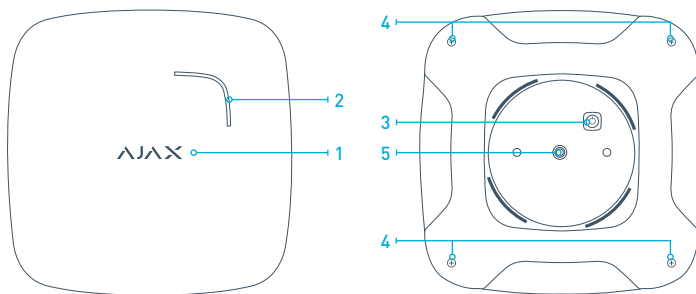
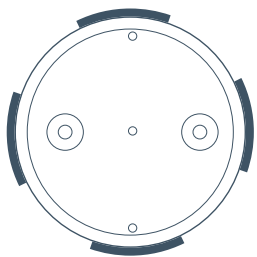
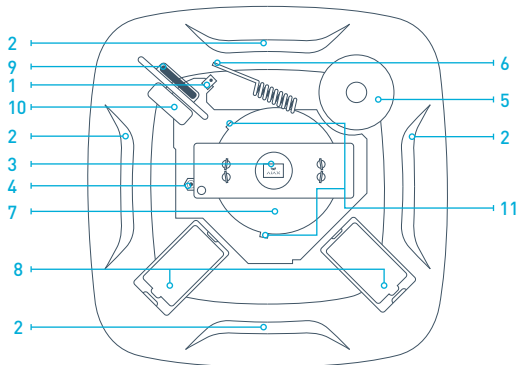

РИС. 1. Датчик FireProtect
РИС. 2.
РИС. 3 Устройство датчика.
4.1 Для регистрации датчика необходимо перевести приемное устройство охранной системы Ajax в режим «Добавить устройство» (как это сделать см. в руководстве к приемному устройству) и включить датчик зажатием кнопки «3» (РИС.1) на 3 секунды. В момент включения исправный датчик должен мигнуть зеленым светодиодом «1» (РИС.1). Запрос на регистрацию передается только в момент включения датчика! Если регистрация датчика в охранной системе по какой-либо причине не произошла, FireProtect мигает зеленым светодиодом 6 раз с периодичностью раз в секунду, после чего переходит в автономный режим. Чтобы повторить регистрацию – включите датчик зажав кнопку на 3 с и выдержав паузу в 5 секунд включите его снова. Если FireProtect был удален из списка зарегистрированных в охранной системе устройств, то он аналогично мигает зеленым светодиодом 6 раз с периодичностью раз в секунду, после чего автоматически переходит в автономный режим.
5.5 Активация режима тревоги сопровождается звуковым сигналом встроенной сирены и световой индикацией – на датчике загорается красный светодиод. В режиме тревоги предусмотрена возможность отключить звуковой сигнал примерно на 10 минут нажатием сенсорной кнопки «ТЕСТ» («1», РИС.1), которая находится в центре логотипа AJAX. Световая индикация тревоги при этом не отключается, на приемник при этом никаких сообщений не приходит и он продолжает детектировать тревогу. Если через 10 минут уровень дыма, температура или уровень содержания CO в воздухе не нормализовались, звуковой сигнал воспроизводится повторно. 5.6 Для монтажа датчика поверните пластиковую крепежную панель SmartBracket (РИС. 2) против часовой стрелки и снимите.
5.11 Перед установкой обязательно проведите тест, чтобы убедиться в работоспособности датчика дыма. При включенном работающем датчике (без тревоги) зажмите на 5-10 секунд на корпусе кнопку «ТЕСТ» («4», РИС. 1) в центре логотипа AJAX, это переведет датчик в режим самотестирования приблизительно на 5 секунд. В режиме самотестирования проверяется работоспособность дымовой камеры, производится электронная имитация присутствия дыма, и если дымовая камера исправна – выдается звуковой сигнал.
6.3 Датчик до определенного уровня компенсирует запыленность дымовой камеры. При его превышении на централь сигнализации отправляется уведомление о необходимости очистки. Также датчик сигнализирует о загрязненной дымовой камере или ее повреждении с помощью длинного звукового сигнала раз в полторы минуты. Чтобы очистить датчик продуйте камеру задымления пылесосом или компрессором. После очистки обязательно нажмите кнопку сброса сигнала «Камера загрязнена» («4» (РИС.3), которая находится на плате датчика. Для этого откройте корпус, открутив 4 самореза «4» (РИС.1) на углах с тыльной стороны датчика. По нажатии на кнопку, buzzer должен издать один короткий звуковой сигнал. Если эта кнопка не будет нажата, сигнал о необходимости очистки датчика продолжит поступать на централь. В случае, если камеру не очистили и нажали кнопку сброса сигнала «Камера загрязнена», сигнал о чрезмерном загрязнении дымовой камеры придет повторно через 4 дня. При неисправности датчика угарного газа (CO), датчик аналогично выдает один длинный звуковой сигнал раз в полторы минуты.
6.5 Своевременно заменяйте батареи питания на новые. При разряде батареи датчик передает соответствующий сигнал на центральный блок сигнализации. О разряженной батарее датчик также сигнализирует звуковыми сообщениями: один короткий звуковой сигнал — разряжены основные батареи CR2; два коротких звуковых сигнала — разряжена дополнительная батарея CR2032; три звуковых сигнала — разряжены обе батареи. Для замены батареи выключите датчик, открутите саморезы «4» (РИС.1) и снимите крышку датчика. В конструкции датчика предусмотрены элементы, блокирующие его закрытие без установленных основных батарей. Замените разряженные батареи на новые, соблюдая полярность. Включите датчик.